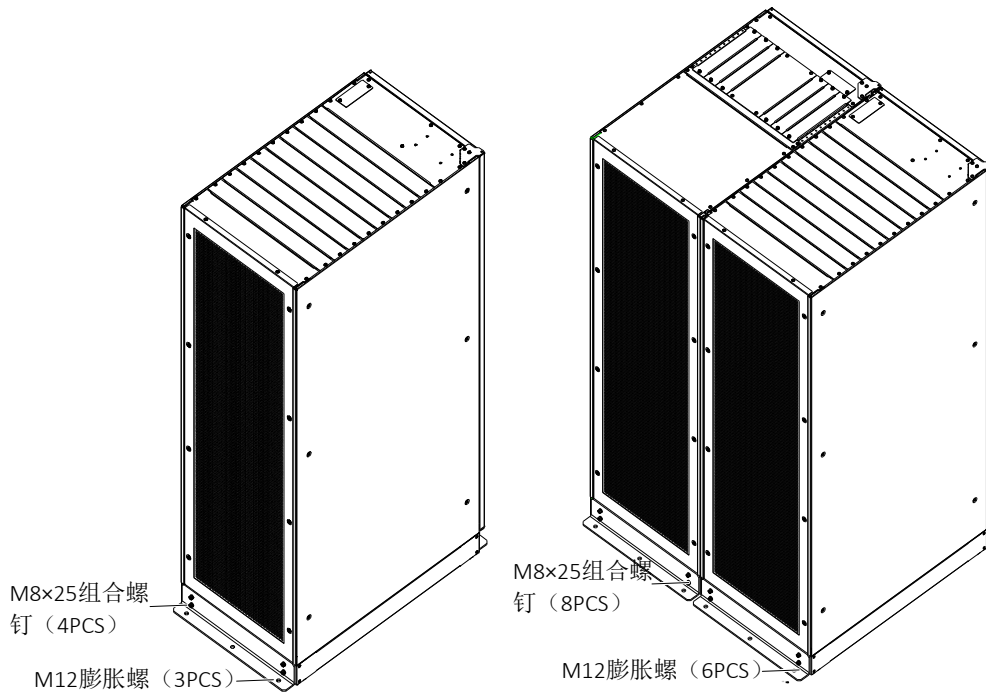

图 8-1 地震选件安装示意图（背面安装）
1. 用 M8×25 组合螺钉将地震选件安装在机柜背面底部的相应安装孔中，然后用 M12 膨胀螺栓将地震选件固定在地板上，如图 8-1 所示。